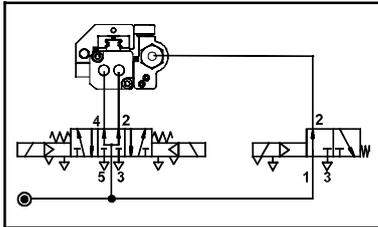

Bild 12/Fig. 12
- Verwenden Sie ein separat gesteuertes Wegeventil (z. B. Anschluß mit CP..-Ventilinsel nach Bild 12).
- use a separately controlled directional control valve (e.g. connection with CP.. valve terminal as in Fig. 12).